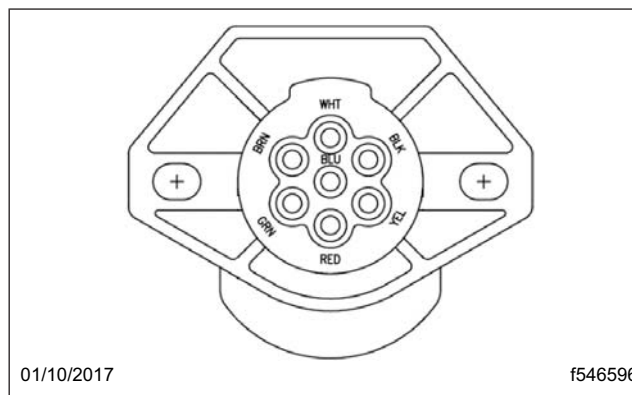

Fig. 34, Configuration des broches de la prise principale
49. Vérifiez que la prise principale (figure 34) fonctionne correctement en effectuant les contrôles suivants avec la clé de contact dans la position ON (marche) :